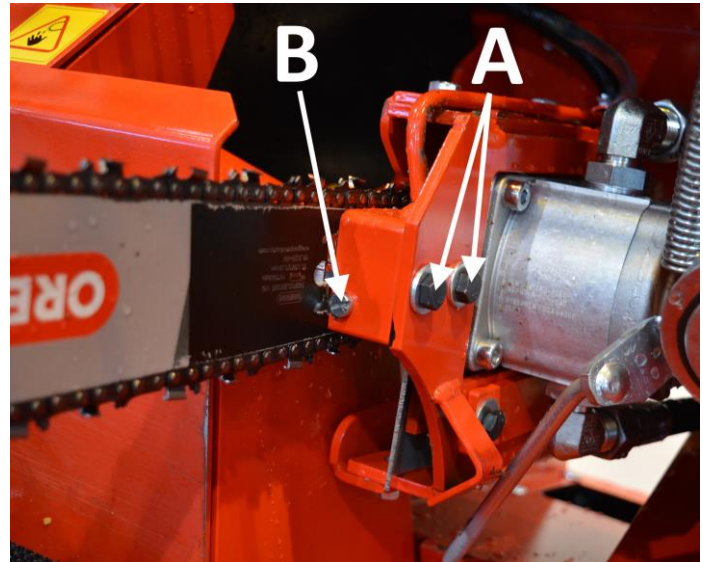

Bild 27b
10. Finjustera spänningen på sågkedjan genom att lossa bultarna A (bild 27b) och vrid justerskruven B i öppen eller nära riktning för att lossa eller spänna kedjan. En ny kedja kan sträckas avsevärt under de första användningstimmarna. I så fall kan du behöva spänna kedjan manuellt.